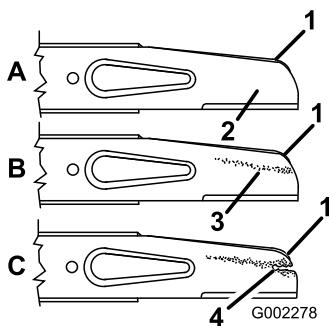

Figure 30
2. Enlevez les écrous, l'accélérateur et la lame (Figure 30).